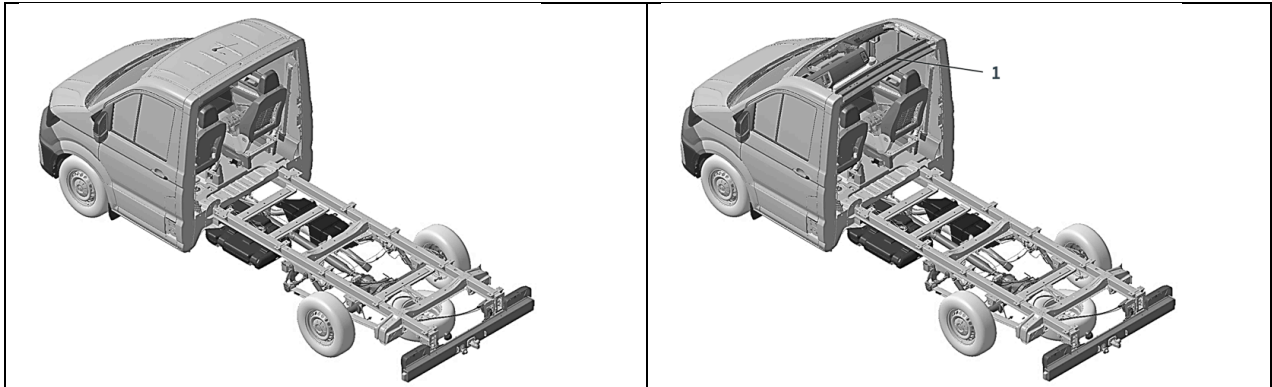

Fig. 1 : plage d'auvent (variantes avec et sans pavillon de cabine)
En cas de plage d'auvent (numéro PR K4N) sur la base du châssis avec simple cabine, la cloison arrière de la cabine ou la cloison arrière et le pavillon de cabine sont supprimés en usine. Pour renforcer la cabine lors du transport, un arceau de pavillon auxiliaire (1) est placé sur les montants B sur la variante sans pavillon (voir fig. 1 Plage d'auvent).